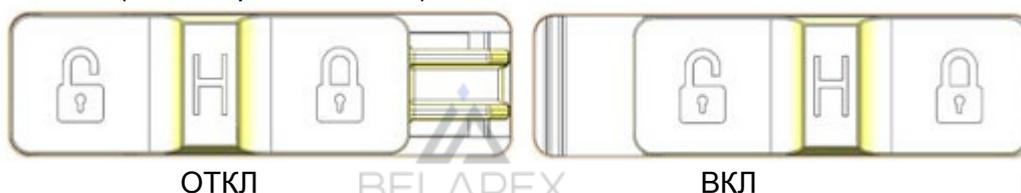

Рисунок 13.1 – Положения переключателя транспортировочной защиты
4. Включить транспортировочную защиту. Для этого следует перевести переключатель, расположенный в нижней части корпуса весов (Рисунок 13.1), в положение ВКЛ (знак закрытого замка).